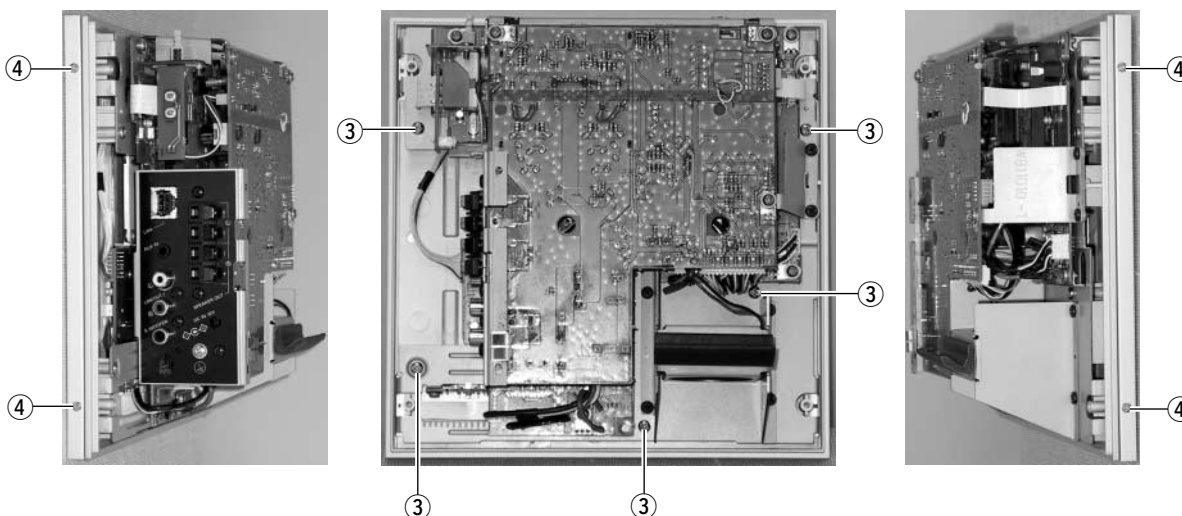

Fig. 2
- a. Remove 5 screws marked [③]. (Fig. 2)
- b. Using the 1.5mm allen wrench, remove 4 screws marked [④]. (Fig. 2)
- a) ③のネジ5本を外します。(Fig. 2)
- b) 1.5 mm 六角レンチを使って④のネジ4本を外します。(Fig. 2)